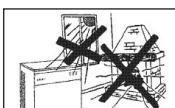

Abb. 12.
e) Die Maschine muss fern von Hitzequellen und an einer gut belüfteten Stelle stehen. Einen Freiraum von mindestens 20 cm an den Seiten und an der Rückwand lassen (Abb. 12 – 14).